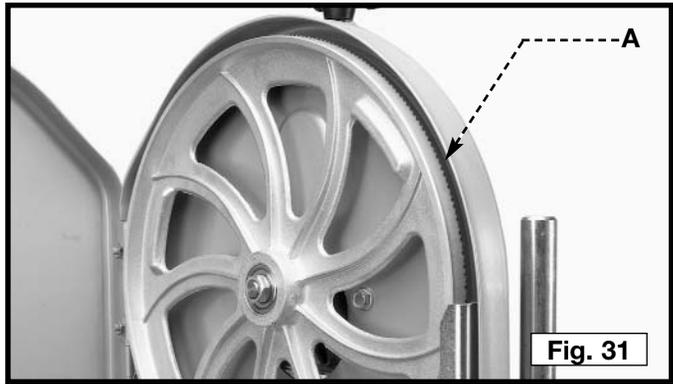
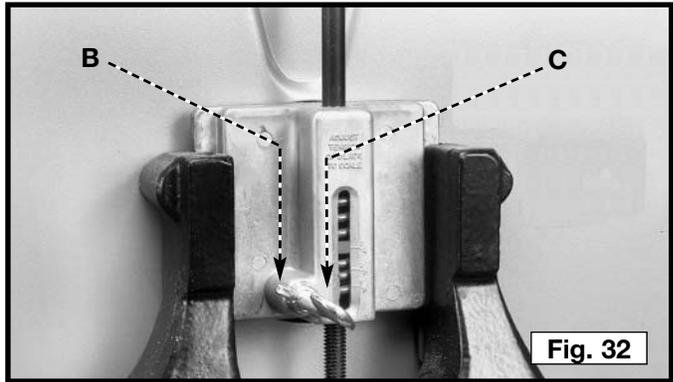

Fig. 31
Fig. 32
Después de aplicar la tensión a la lámina, rote las ruedas lentamente adelante a mano y observe el movimiento de lamina. La lámina (A) Fig. 31 debe viajar en el centro del neumático superior. Si la lámina se arrastra hacia el borde delantero, afloje la tuerca de ala (B) Fig. 32, y dé vuelta al tornillo de pulgar (C) a la derecha. Esta acción dibuja la lámina hacia el centro del neumático. Si la lámina se arrastra hacia el borde trasero, dé vuelta al tornillo de pulgar en la dirección opuesta. Ajuste del tornillo de pulgar (C) Fig. 32 solamente una fracción de una vuelta cada vez.
Después de que la lámina esté siguiendo en el centro de los neumáticos, apriete de la tuerca de ala (B) Fig. 32.